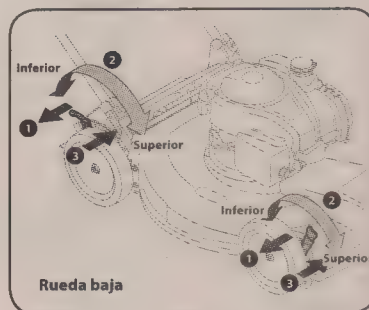
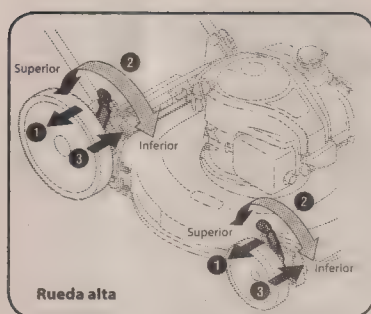

Figura 2-11
Figura 2-12
2. Mueva la palanca a la posición deseada para cambiar la altura de corte. Consulte la Figura 2-11 para la rueda baja y la Figura 2-12 la rueda alta.